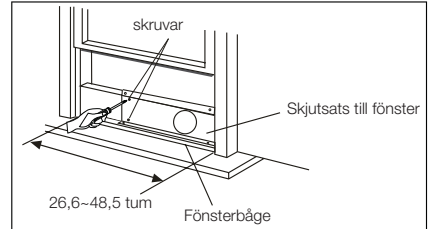
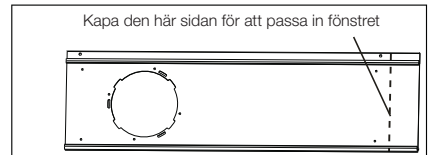
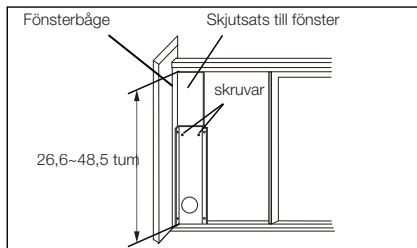

Fig. 13
Fig. 14
Fig. 19
2. Öppna fönsterbågen och sätt skjutsatsen på fönsterramen (Fig. 13). Sätt fast skjutsatsen i fönsterramen. Justera längden på skjutsatsen enligt bredden på fönstret. Skruva ner de två skruvarna i skjutsatsen. Se Fig.13. Kapa den justerbara skjutsatsen om fönstrets bredd är mindre än 26,6 tum (Fig. 14).
2. Öppna fönsterbågen och sätt skjutsatsen på fönsterramen. Se Fig.19. Sätt fast skjutsatsen i fönsterramen. Justera längden på skjutsatsen enligt höjden på fönstret. Skruva ner de två skruvarna i skjutsatsen. Se Fig.19. Kapa den justerbara skjutsatsen om fönstrets höjd är mindre än 26,6 tum (Fig. 14).